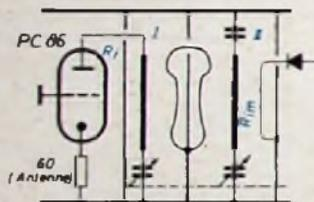

Bild 1. Prinzipschema zur Berechnung der Oszillatorabschwächung
An Hand von Bild 1 läßt sich überschläglicherweise die Abschwächung der Oszillatorspannung von der Mischer-Koppelschleife bis zu den Antennenklammern berechnen. Verschiedene vereinfachende Annahmen (zum Beispiel gleiche Güten der beiden Kreise des Bandfilters) sind zulässig, wie die Messungen gezeigt haben. Der Misch-Eingangswiderstand  $R_{im}$  liegt etwa bei 150 Ohm. Mittels Koppelschleife erfolgt Leistungsanpassung an das Bandfilter, dessen Ein beziehungsweise Ausgangsimpedanz ( $Z_e$  beziehungsweise  $Z_a$ ) etwa 2000 Ohm ist. Am Hochpunkt des Sekundärkreises (II) erscheint die um den Betrag